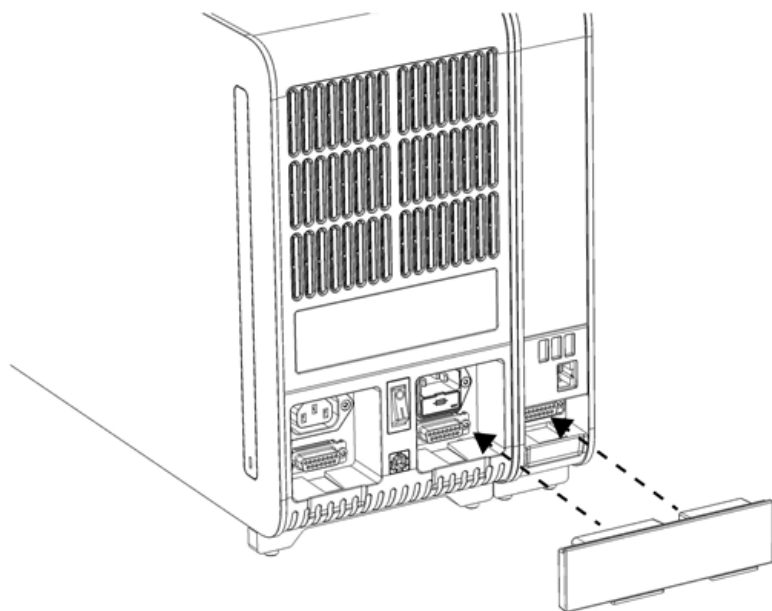

Figure 8. Connexion du pont de module analytique/opérationnel.
5. Connectez le pont du module analytique/opérationnel à l'arrière du QIAstat-Dx Analyzer 2.0 pour connecter ensemble les modules opérationnel et analytique (figure 8).